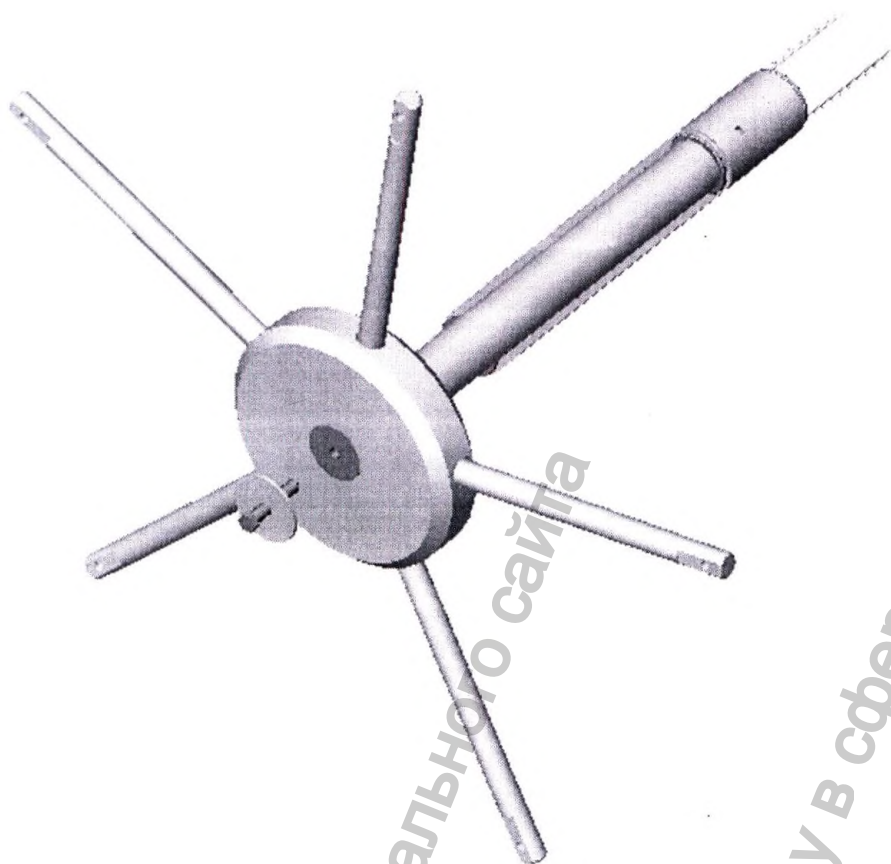

Рис. 2.
2. Установите стойку кольпоскопа 2 с горизонтальным плечом 3 в основание 1. Зафиксируйте стойку в основании болтом М10 с шайбой, как показано на рис. 2.